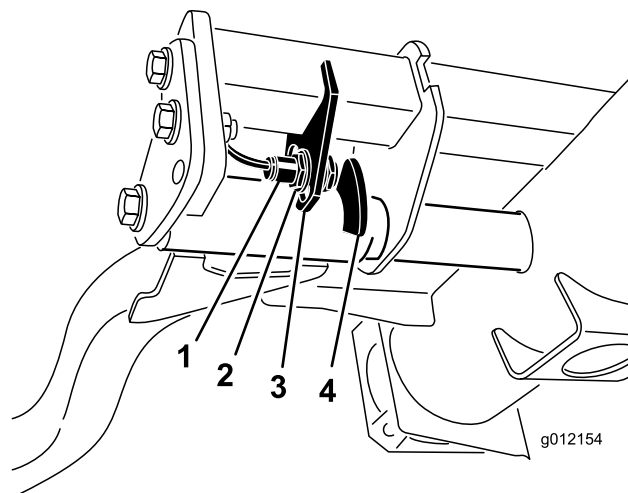

Figure 36
2. Le contacteur des bras de levage se trouve sous le réservoir hydraulique, derrière le bras de levage avant droit (Figure 36).
3. Desserrez les vis de fixation du contacteur et descendez le contacteur pour augmenter la hauteur du changement de direction des bras de levage ou montez-le pour réduire la hauteur du changement de direction (Figure 36).